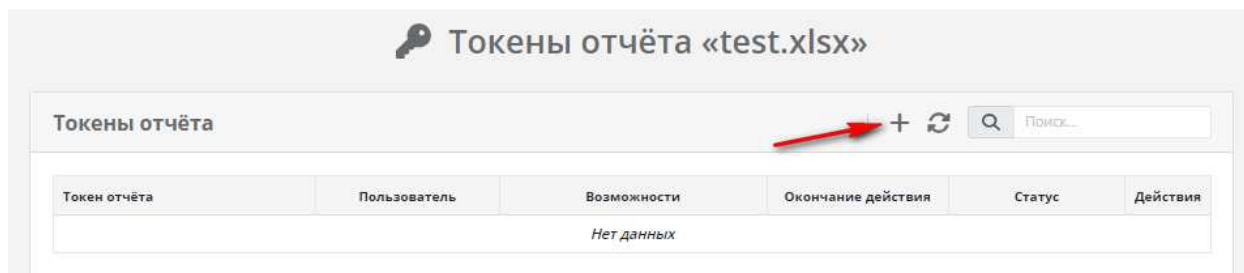

Рисунок 35. Токены отчета
3) Для создания токена отчета необходимо нажать кнопку «Создать» (Рисунок 35);